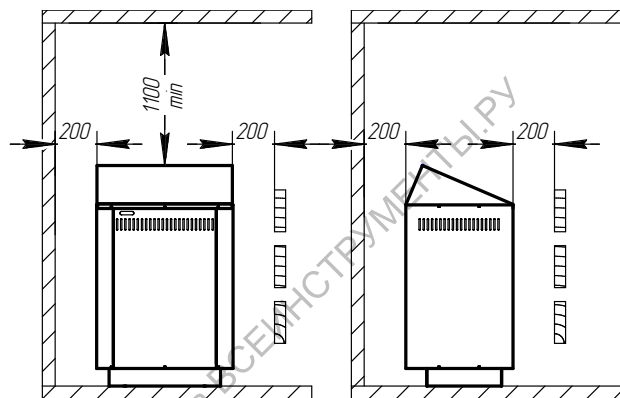
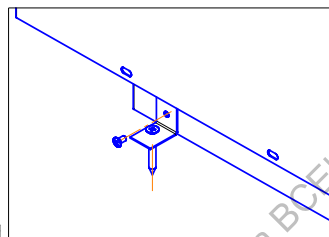

Рис.1 Схема установки
Рис.2 Монтаж
6.1. **ВЫБОР МОЩНОСТИ** каменки необходимо производить с учетом размеров сауны (п.п.2.6), помещения парильни (п.п.6.2.), а также расстояния от каменки до стен, потолка, пола в соответствии с размерами указанными на рис.1 «Схема установки». Каменка со слишком большой мощностью нагреет сауну слишком быстро, камни не успеют хорошо прогреться и вода, политая на камни, вместо того, чтобы превратиться в пар, просто стечет. С другой стороны, при недостаточно мощной каменки, процесс нагрева сауны будет нежелательно долгим, что сокращает срок службы нагревательных элементов.
6.4. **УСТАНОВКА КАМЕНКИ** производится согласно рис.1 «Схема установки» и рис.2 «Монтаж». Каменка устанавливается на **теплостойкий фундамент** и закрепляется стационарно с помощью монтажных уголков.
Около каменки стены и потолок сауны должны иметь огнезащитную панель из листового металла с теплоизоляцией из листового асбеста или минваты. Установку защитной решетки вокруг каменки следует производить на расстоянии указанном на рис.1 «Схема установки».